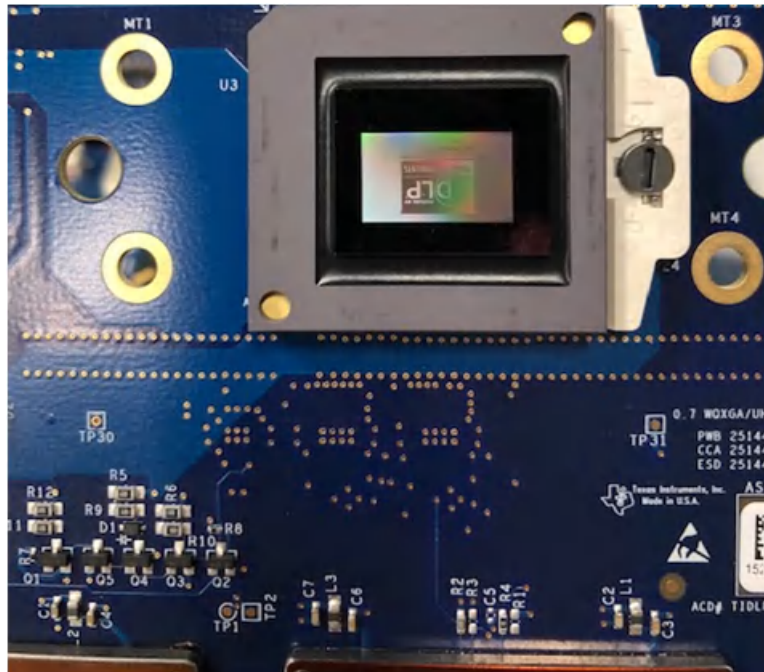

图 2-13. DMD 上显示的启动图像
- f. 移除跳线后，重新启用 DLPC4430EVM 的电源。将 SW1 切换至“开”位置。几秒钟后出现一个红色 LED。红色 LED 关闭，绿色 LED 开始闪烁。LED 闪烁后，DLP 德州仪器 (TI) 标识会在 DMD 上显示几秒钟。DMD 的显示如图 2-13 所示：